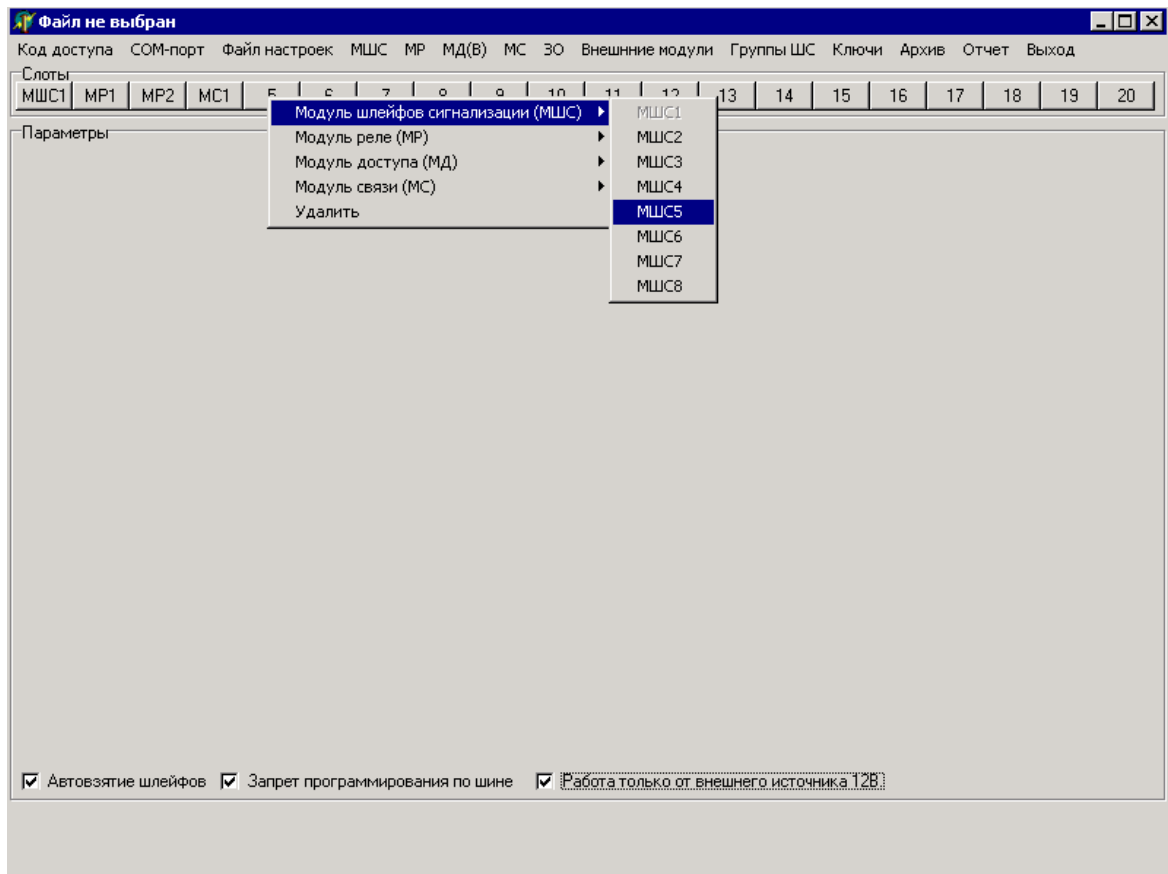

Рисунок 5
2.1.3.1 В верхней части основного окна программы под главным меню расположена панель «Слоты» с кнопками «1» – «20», номера которых соответствуют номерам слотов прибора, предназначенным для установки внутренних модулей. При первоначальном программировании прибора (создании нового файла настроек), необходимо установить на кнопках модули МШС, MP, МД и МС в соответствии с их реальной установкой в приборе. Для каждой из кнопок соответствующий ей модуль выбирается из выпадающего списка, появляющегося при нажатии на кнопке правой клавиши мыши (рисунок 5):